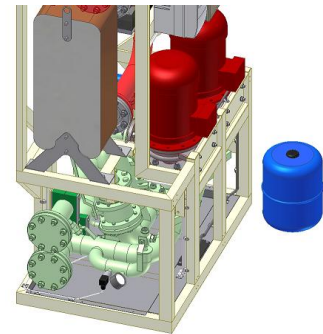

Рис. 6.2-4
4. Снимите расширительную емкость, вращая ее против часовой стрелки (рис. 6.2-4).